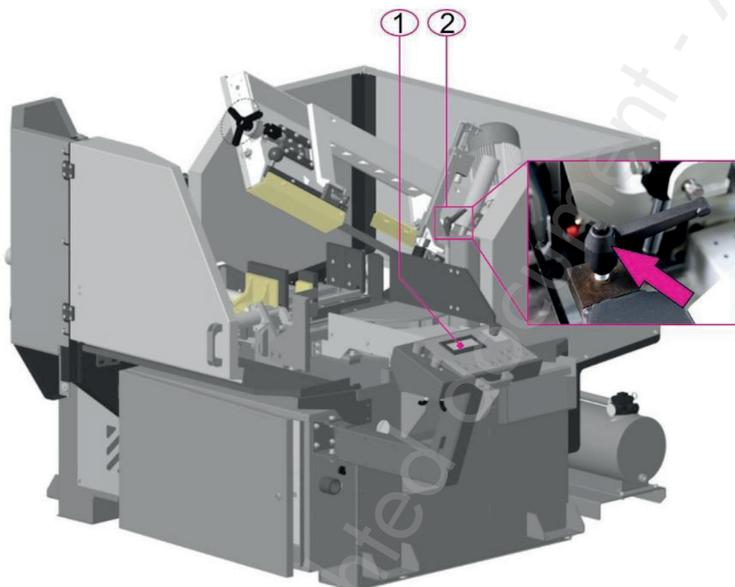

Fig. 46 Réglage de l'angle de coupe
2. Desserrez le levier de serrage du plateau tournant (fig. 46, pos. 2).
3. Tournez le bras sous l'angle souhaité indiqué sur le vernier (fig. 46, pos. 1).